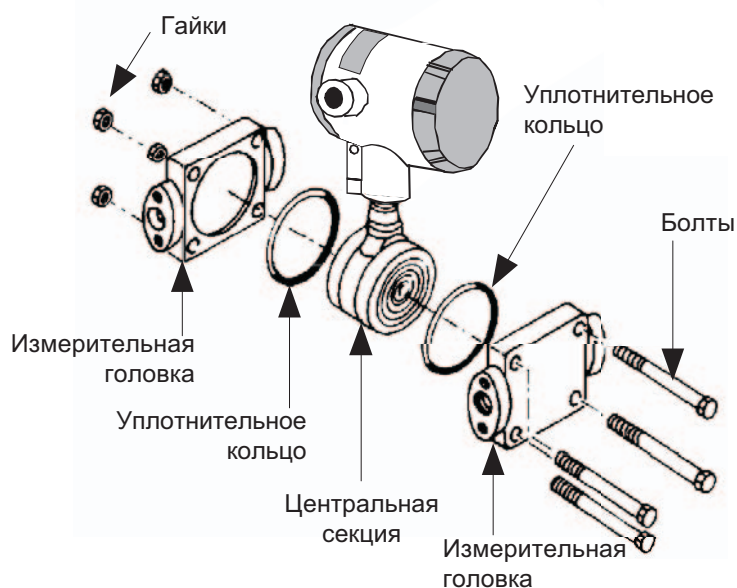

Рисунок 38 Демонтаж измерительных головок преобразователя DP от корпуса датчика
2	Открутите гайки с болтов, которые соединяют измерительную головку или головки с корпусом датчика. Демонтируйте измерительные головки и болты. См. рисунок 38.
- Для измерительных головок преобразователей GP или AP с двухголовочной конструкцией смотрите рисунок 38 для преобразователей дифференциального давления.